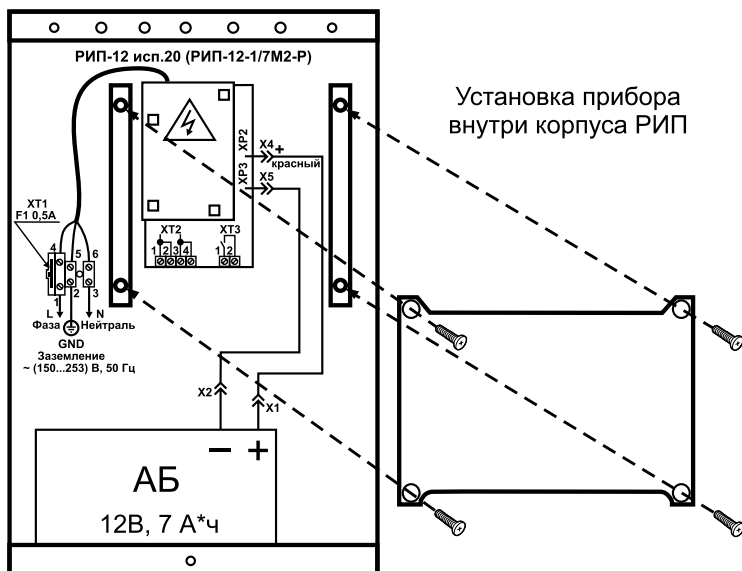

Рисунок 11. Установка прибора внутри корпуса РИП
8. Установка прибора внутри корпуса РИП осуществляется на специальные П-образные уголки, закрепленные внутри корпуса РИП. Крепление устанавливаемого прибора производится с помощью винтов М3 из комплекта поставки (см. Рисунок 11).